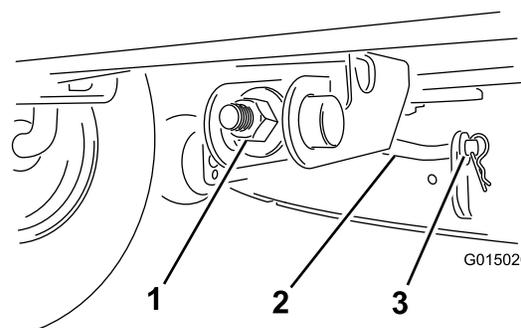

Figura 36
- Rimuovete la coppiglia e la rondella dall'asta di supporto frontale (Figura 36), quindi abbassate con cautela la parte anteriore del piatto di taglio fino al suolo.
10. Montate l'asta di sostegno anteriore sul piatto di taglio con la rondella e la coppiglia (Figura 36).